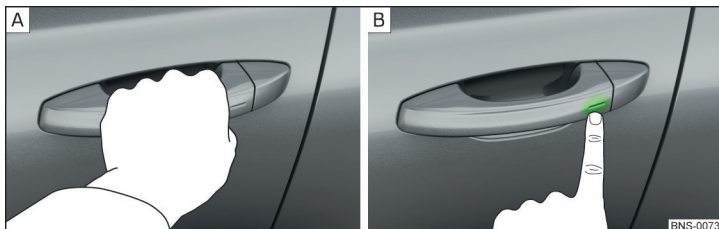

Fig. 51 Descuierea / încuierea autovehiculului
- ▶ Trageți de mânerul portierei, pentru a **descuia** autovehiculul » fig. 51 - [A].
- ▶ Pentru a **încuia** autovehiculul, atingeți cu degetul senzorul din mânerul portierei » fig. 51 - [B].
- ▶ În 5 s atingeți cu degetul senzorul de la mânerul portierei » fig. 51 la pagina 62 - [B]. Dezactivarea este confirmată printr-o singură aprindere a luminilor de semnalizare.